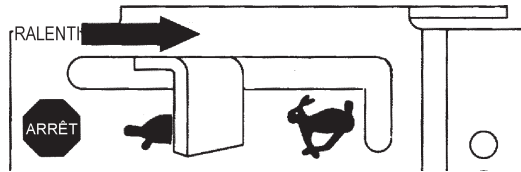

Figure 26. Accélérateur (position de ralenti)
1. Réglez l'accélérateur à la position "**TORTUE**" (**RALENTI**) (Figure 26) et laissez tourner le moteur trois minutes au ralenti.